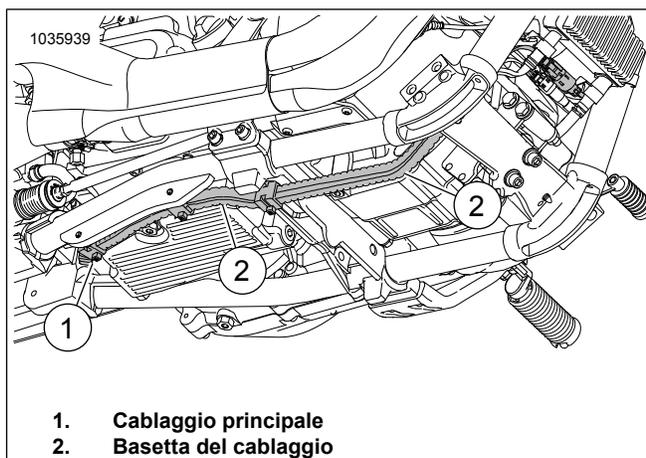

Figura 44. Basetta del cablaggio
14. Vedere Figura 44. **Sensore dell'ossigeno anteriore (guida lunga del cablaggio):**
- individuare il cablaggio principale (1) diretto verso la basetta del cablaggio (2).
- Far passare il cablaggio lungo il contenitore del cablaggio principale (2) verso il connettore del sensore dell'ossigeno anteriore.
- Fissare il cablaggio al lato interno della basetta del cablaggio (2) usando fascette fermacavi secondo necessità.